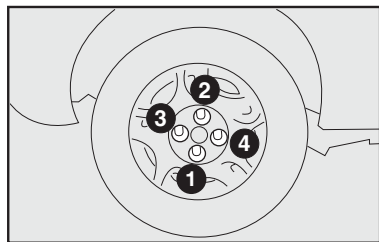

fig. 12
12) Apertar bem os parafusos, passando alternadamente de um parafuso ao outro diagonalmente oposto, de acordo com a ordem ilustrada na **fig. 12**.